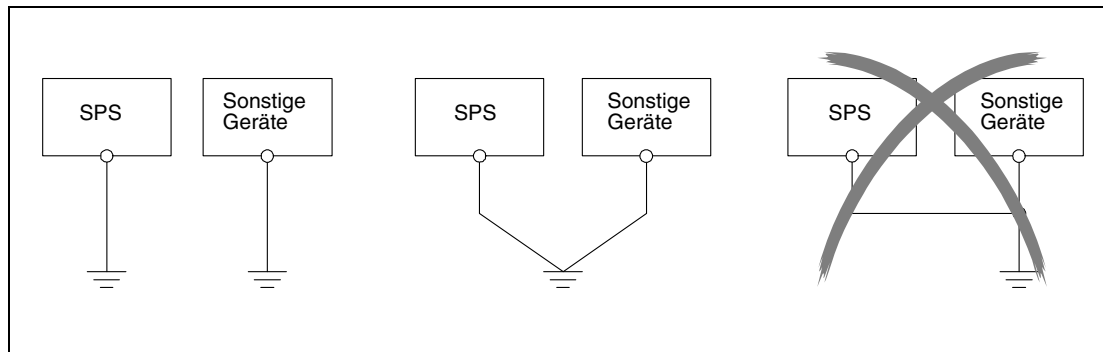

Abb. 9-21: Erdungsanschluss
- Die SPS sollte nach Möglichkeit unabhängig von anderen Geräten geerdet werden (siehe Abb. 9-21 links). Die Erdung erfolgt nach Klasse 3 (Erdungswiderstand max. 100 Ω).